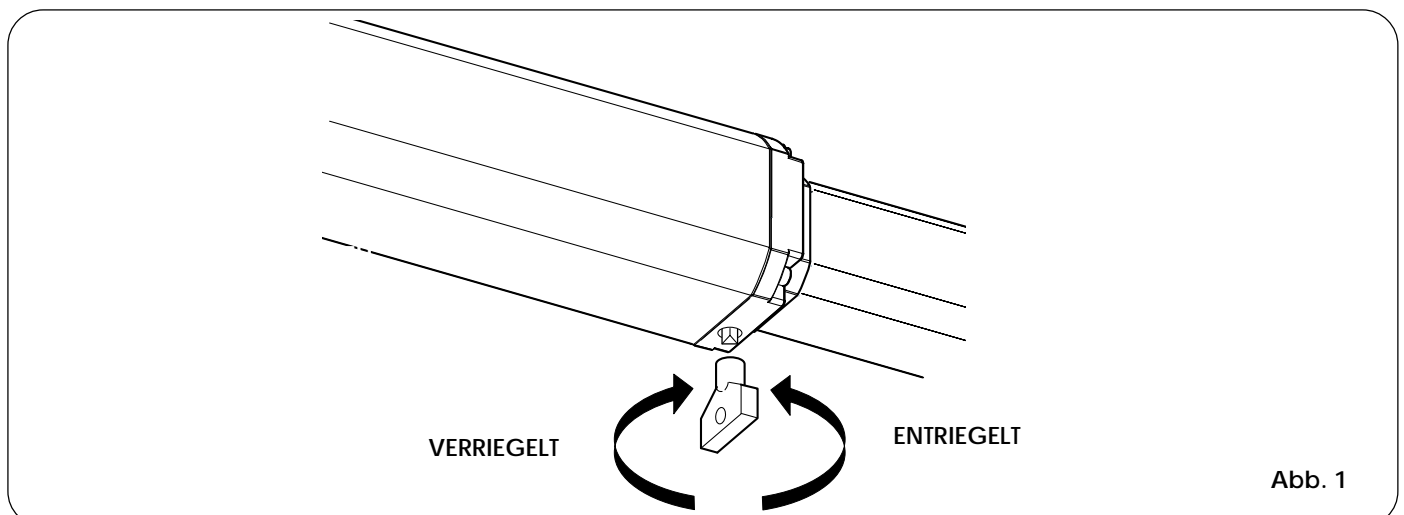

Abb. 1
- Den entsprechenden Dreieckschlüssel in die Entriegelungsschraube im unteren Teil des Flanschs einstecken (Abb. 1).
- Zur Verriegelung des Antriebs den Entriegelungsgriff im Uhrzeigersinn bis zum Anschlag drehen (Abb. 1).